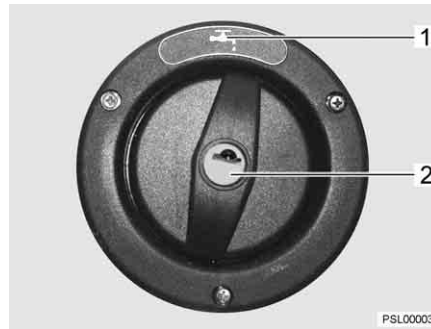

Bild 35 Verschlussdeckel für Trinkwasser-Einfüllstutzen
- ▷ Der Trinkwasser-Einfüllstutzen ist mit dem Symbol "☰" (Bild 35,1) gekennzeichnet.
- Schlüssel in Schließzylinder (Bild 35,2) stecken und entgegen dem Uhrzeigersinn drehen.